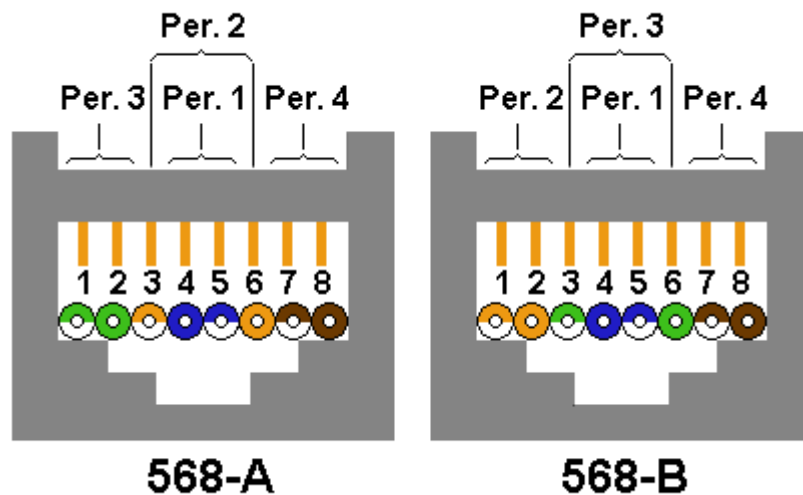

Fig. 6 – Dispunerea perechilor conform standardelor 568-A și 568-B
Din Fig. 6 se observă că în ambele versiuni ale standardului ANSI/TIA/EIA-568 perechile 1 și 4 au aceeași poziție. Diferă numai poziția perechilor 2 și 3 care sunt inversate între ele. Această inversare este de fapt baza realizării cablurilor inversoare (cross-over), despre care se va vorbi mai departe.
Rețelele 10BASE-T și 100BASE-TX folosesc câte o singură pereche pentru fiecare sens de comunicație. Pentru a face posibilă comunicația între 2 echipamente, se conectează transmisia Tx a unui echipament cu recepția Rx a celuilalt echipament. Perechile folosite sunt perechile 2 și 3, adică firele 1-2 și 3-6 (vezi Fig.6). Perechile 1 și 4 nu se folosesc pentru transmisia datelor și pot fi folosite pentru alte scopuri (alimentarea unui modem radio sau a unei camere web de rețea, alarme, comenzi, etc).
**Cablurile inversoare** (eng. Cross-Over) inversează perechile 2 și 3 între cele 2 capete (vezi Fig.6). Astfel, pinii 1 și 2 ai unui conector sunt legați cu pinii 3 și 6 ai celuilalt conector și invers. Dacă privim cu atenție codul culorilor din Tab. 2, se observă că diferența dintre standardele 568-A și 568-B, constă tocmai în inversarea poziției firelor 1-2 cu poziția firelor 3-6. Putem spune deci că un cablu inversor are conectorul dintr-un capăt conectat conform standardului 568-A iar celălalt conform standardului 568-B.